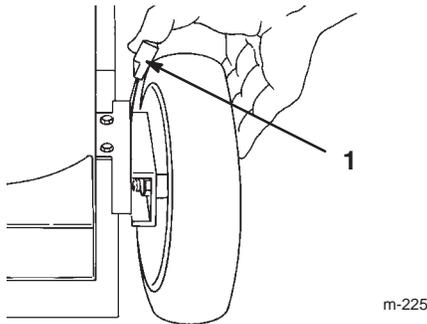

Figure 19
3. Réglez les 4 roues à la hauteur de coupe de 64 mm (Fig. 19).
1. Tirez le levier de réglage de hauteur vers la roue (Fig. 19) et amenez-le à la position voulue.